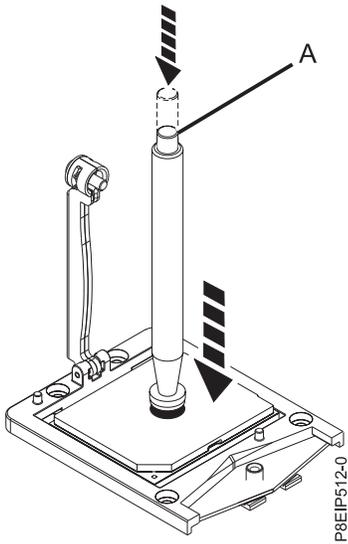

Figura 82. Bajar la herramienta de extracción en el módulo del procesador del sistema
3. Baje la herramienta de lápiz de vacío hasta el módulo de procesador del sistema que se va a instalar. Presione la parte superior del lápiz (A) y manténgalo en el centro del módulo de procesador, como se muestra en la Figura 82. Libere la parte superior del lápiz para fijarlo al módulo de procesador.